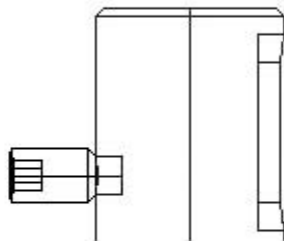

Рис. 12.69. Винт занимает нужное положение
10. В итоге винт займет нужное положение (рис. 12.69).